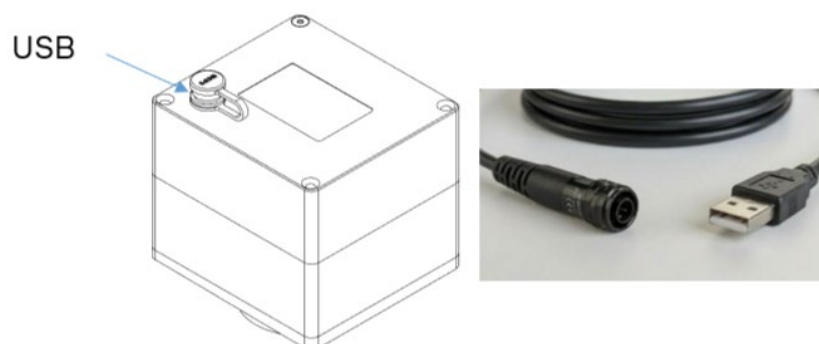
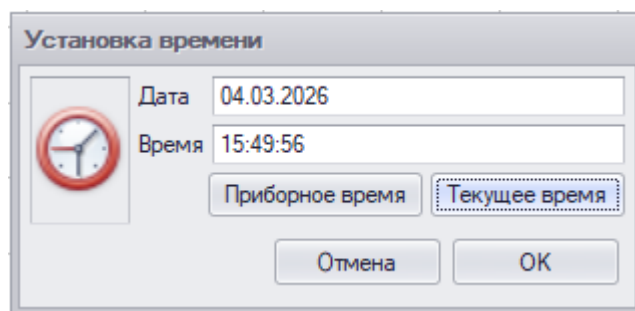

Рисунок 18. Расположение разъема USB
Рисунок 19. Настройка времени
6.1.3. Подключить устройство через разъем USB 2.0 к ПК (Рисунок 18), после инициализации прибора проверить данные, указанные на этикетке прибора.
6.1.5. В ПО «SmartView» проверить время и дату установленные в приборе, при необходимости установить нужное время, или автоматически по времени ПК. Пункт меню «Прибор» - «Настройка времени» (Рисунок 19)
Рисунок 18. Расположение разъема USB 6.1.4. ПО «SmartView» отображает относительный уровень заряда батареи прибора. Красный индикатор (уровень заряда меньше 20%) напротив информации о батарее показывает необходимость ее замены. Замену батареи рекомендуется производить при подключении прибора к ПК через интерфейс USB 2.0, последовательно заменить батареи. Крайне важно заменять батареи последовательно, т.е. отключить первую батарею, подключить новую, снять вторую батарею – подключить новую (только вне взрывоопасных зон). 6.1.5. В ПО «SmartView» проверить время и дату установленные в приборе, при необходимости установить нужное время, или автоматически по времени ПК. Пункт меню «Прибор» - «Настройка времени» (Рисунок 19)